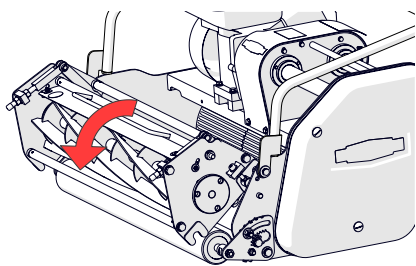

Fig. 11D - Levante a cassete para fora
5. A partir da dianteira da máquina, segure na pega da cassete e retire-a num movimento de elevação oscilante, de trás para a frente. Recomendamos que este passo seja realizado por duas pessoas (Fig. 11D).
de corte vertical/escarificador. Começando por qualquer uma das extremidades da cassette, coloque a barra de ajuste no rolo dianteiro e traseiro (Fig. 11D). A altura correta é alcançada quando qualquer uma das pontas das cerdas da escova/lâminas de corte vertical estão niveladas com a cabeça do parafuso, ou quando as pontas do escarificador/rolo de perfuração da superfície estão niveladas com a extremidade final do parafuso. Se já estiver, não é necessário efetuar qualquer ajuste adicional. Caso contrário, prossiga com o Passo 6.